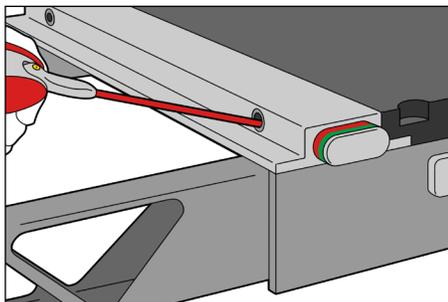

Fig. 4
4. Pulverice lubricante en los orificios receptores. (Fig. 4)
6. Pulverice lubricante de nuevo en los orificios receptores. (Fig. 4)